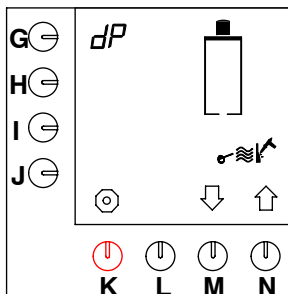

Fig. 15 Início do programa de eliminação de cal do sistema de preparação de café
- O programa de eliminação de cal aparecerá no visor. Consulte a fig. 15.